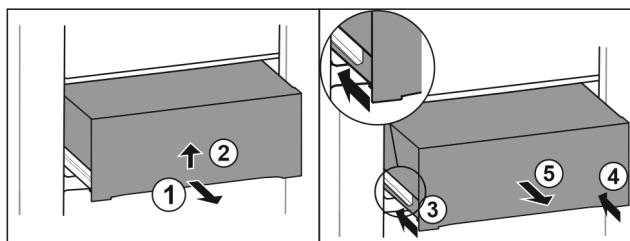

Fig. 48
- ▶ Predal izvlecite do polovice. Fig. 48 (1)
- ▶ Dvignite predal na spodnji strani. Fig. 48 (2)
- ▶ Vstavite levo vodilo. Fig. 48 (3)
- ▶ Vstavite desno vodilo. Fig. 48 (4)
- ▶ Predal vzemite ven v smeri naprej. Fig. 48 (5)